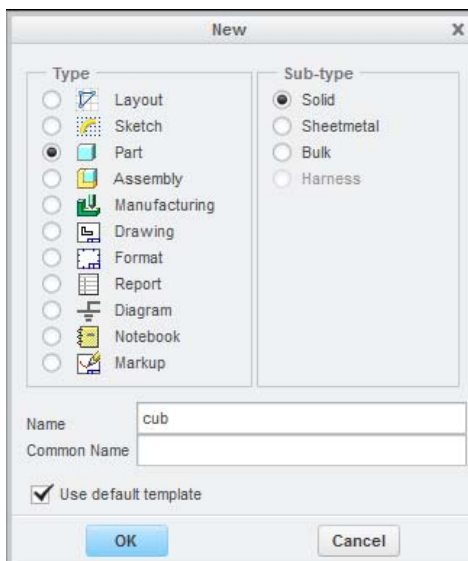

Рисунок 1.2 – Диалоговое окно создания нового документа New (Новый)
– **Create (Створити)** – дозволяє створити новий документ для моделі, креслення, збірки, звіту, схеми, тощо; відкриває діалогове вікно **New (Новий)** (рис. 1.2);